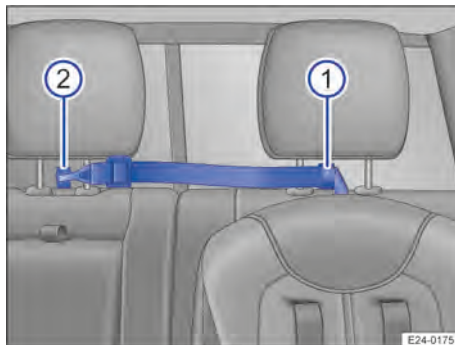

Abb. 49 Top Tether Haltegurt anbringen (Prinzipdarstellung).
2. Oberen Haltegurt durch die Top Tether-Schlaufe → Abb. 49 ① unter der Kopfstütze führen.
4. Oberen Haltegurt in die Top Tether-Schlaufe → Abb. 49 ② unter der mittleren Kopfstütze einhängen.